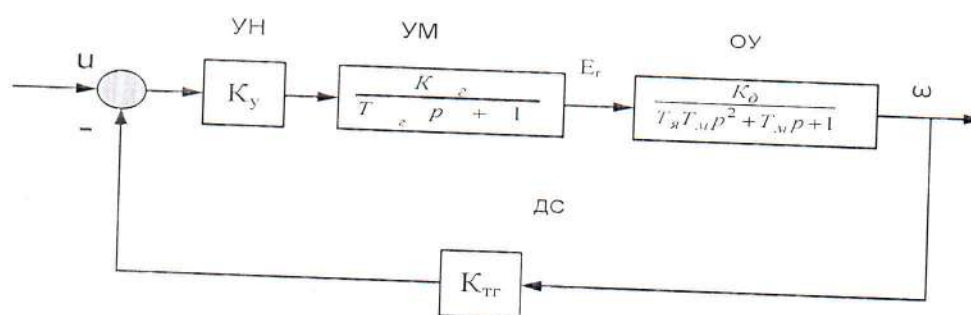

Рис.1
На рис.1 представлена структурно-функциональная схема одноконтурной системы управления двигателем постоянного тока с независимым возбуждением.
На рис.1 приняты следующие обозначения: ОУ - объект управления (двигатель); УН - полупроводниковый усилитель напряжения; УМ - усилитель мощности (генератор постоянного тока); ДС - датчик скорости (тахогенератор); u - напряжение управления; E_g - э.д.с. генератора; ω - угловая скорость вращения вала двигателя (управляемая переменная); T_g , T_α , T_m - постоянные времени обмотки возбуждения генератора, якорной цепи двигателя и электрохимическая постоянная времени двигателя, соответственно.
1. По передаточной функции ОУ (рис.1) составить его уравнения состояния в скалярной и векторно-матричной формах; используя численные значения параметров (табл.1), оценить управляемость и наблюдаемость ОУ по критериям Калмана.